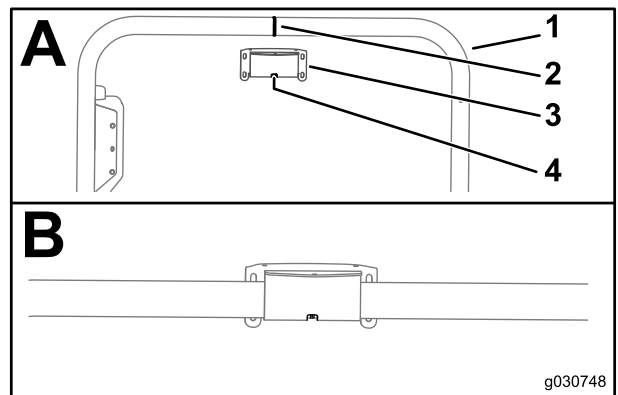

图 123
1. 将位于接收器安装架中心的槽与 ROPS 管中心的焊缝对齐图 123。